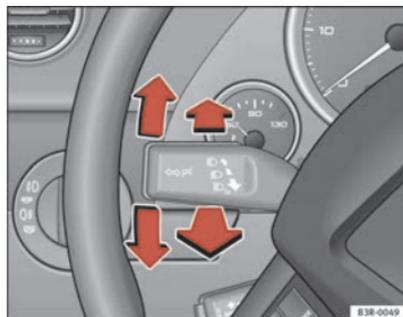

Fig. 92 Palanca de los intermitentes y de la luz de carretera
- Desplace la palanca hacia arriba hasta el tope \Rightarrow fig. 92 para poner el intermitente de la derecha o bien hacia abajo, para el de la izquierda.